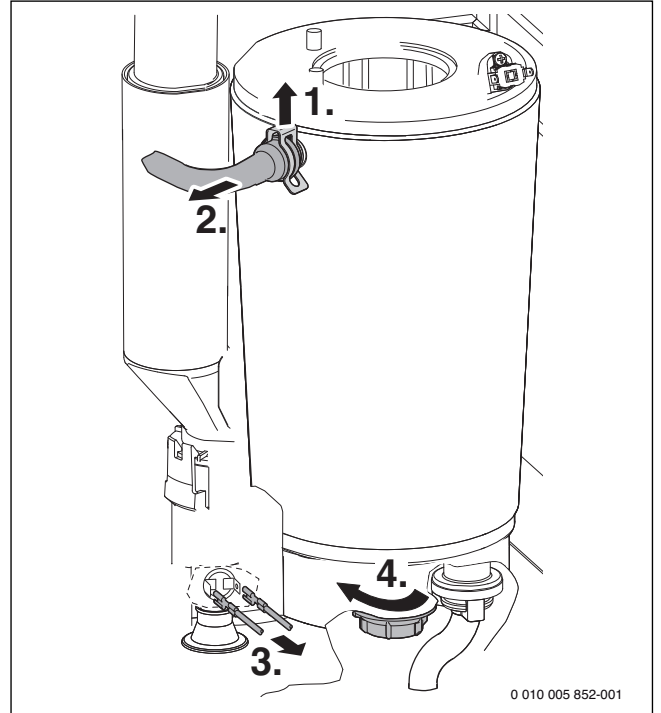

Рис. 65 Отсоедините трубу подающей линии и провода
- ▶ Демонтируйте смесительное устройство (→ рис. 65).